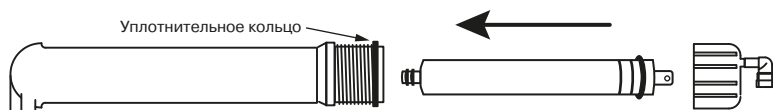

Рис. 14
2. Установите мембрану. Для этого отсоедините трубку от быстрого разъёмного коннектора крышки колбы мембраны. Открутите крышку колбы мембраны. Смажьте силиконовой смазкой резиновые уплотнения мембраны. Установите мембрану в корпус согласно **рис. 14**. Смажьте силиконовой смазкой уплотнение крышки колбы мембраны и аккуратно установите его на колбу. Закрутите крышку колбы мембраны и пристыкуйте трубку. Следите, чтобы уплотнительное кольцо крышки колбы было установлено на колбе без перекосов.